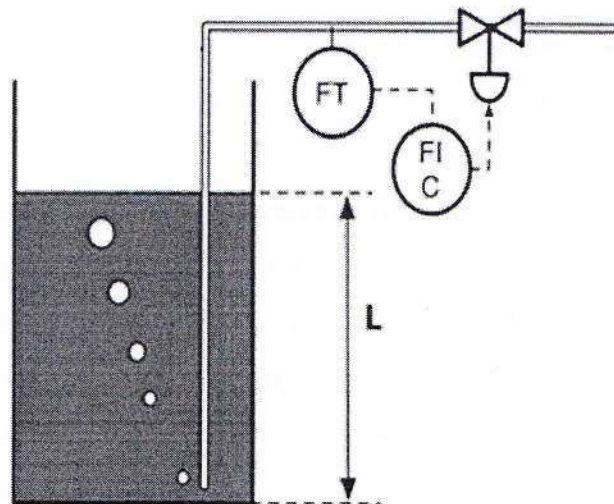

Figure 2
Soit la figure 2 :
1. Indiquer le nom de la technique de mesure utilisée dans la figure 2